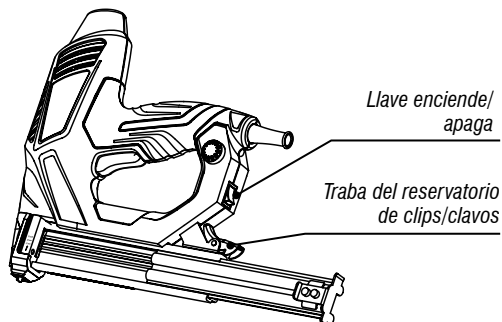

Fig. 3 – Abastecimiento de clips o clavo
1. Presione la traba conforme muestra la Fig. 3;
Para encender la grapadora/clavadora eléctrica coloque el botón enciende/apaga, Fig. 3, en la posición **I** (encendido). Para apagar coloque el botón enciende/apaga en la posición **O** (apagado).